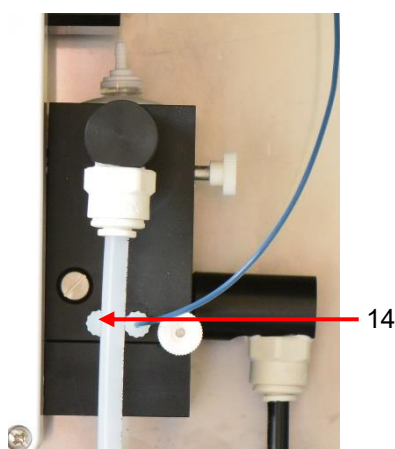
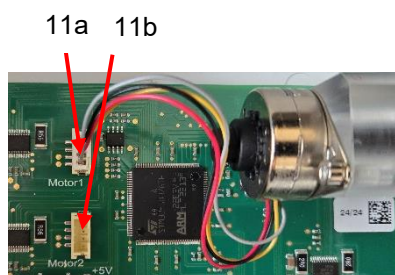

Figura 5
Figura 6
21. Aparafuse o módulo completo à unidade de controlo com os dois parafusos (10) com um binário de 0,4 Nm.
22. Enrosque novamente a primeira mangueira (13) na câmara de medição a partir de cima.
23. Enrosque novamente a segunda mangueira (12) na garrafa do indicador a partir de cima.
24. Retire o bujão cego (14) da câmara de medição (veja a figura 5).
25. Enrosque a terceira mangueira (9) na câmara de medição.
26. Enrosque a quarta mangueira (8) na garrafa com a solução de limpeza. O procedimento é o mesmo que para ligar uma garrafa do indicador, consulte o capítulo 5.2. Colocação em funcionamento no manual do utilizador.
27. Ligue o cabo do motor da bomba superior à tomada branca superior (11a) (veja a figura 6).